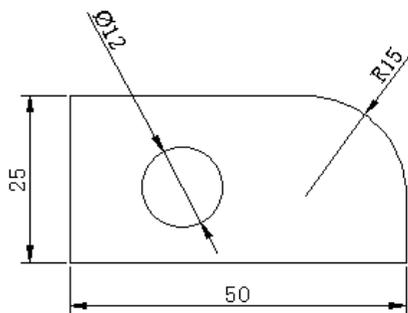

图 15.3.7 显示“名称和表达式”格式
- “为注释性约束显示锁定图标”：选中该复选框，可以对已标注的注释性约束的对象显示锁定图标；若取消选中该复选框，则结果如图 15.3.7 所示。